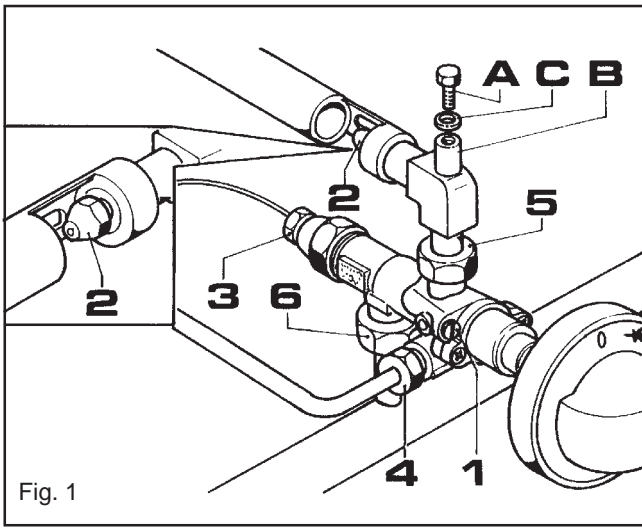

Fig. 1
- desmontar la tuerca (7) con una llave del 8
- desmontar la tuerca (Fig. 1 pos. 4) con una llave del 9
B) Llave superficie de trabajo (Fig. 1)
- desmontar la tuerca (4) con una llave del 9;